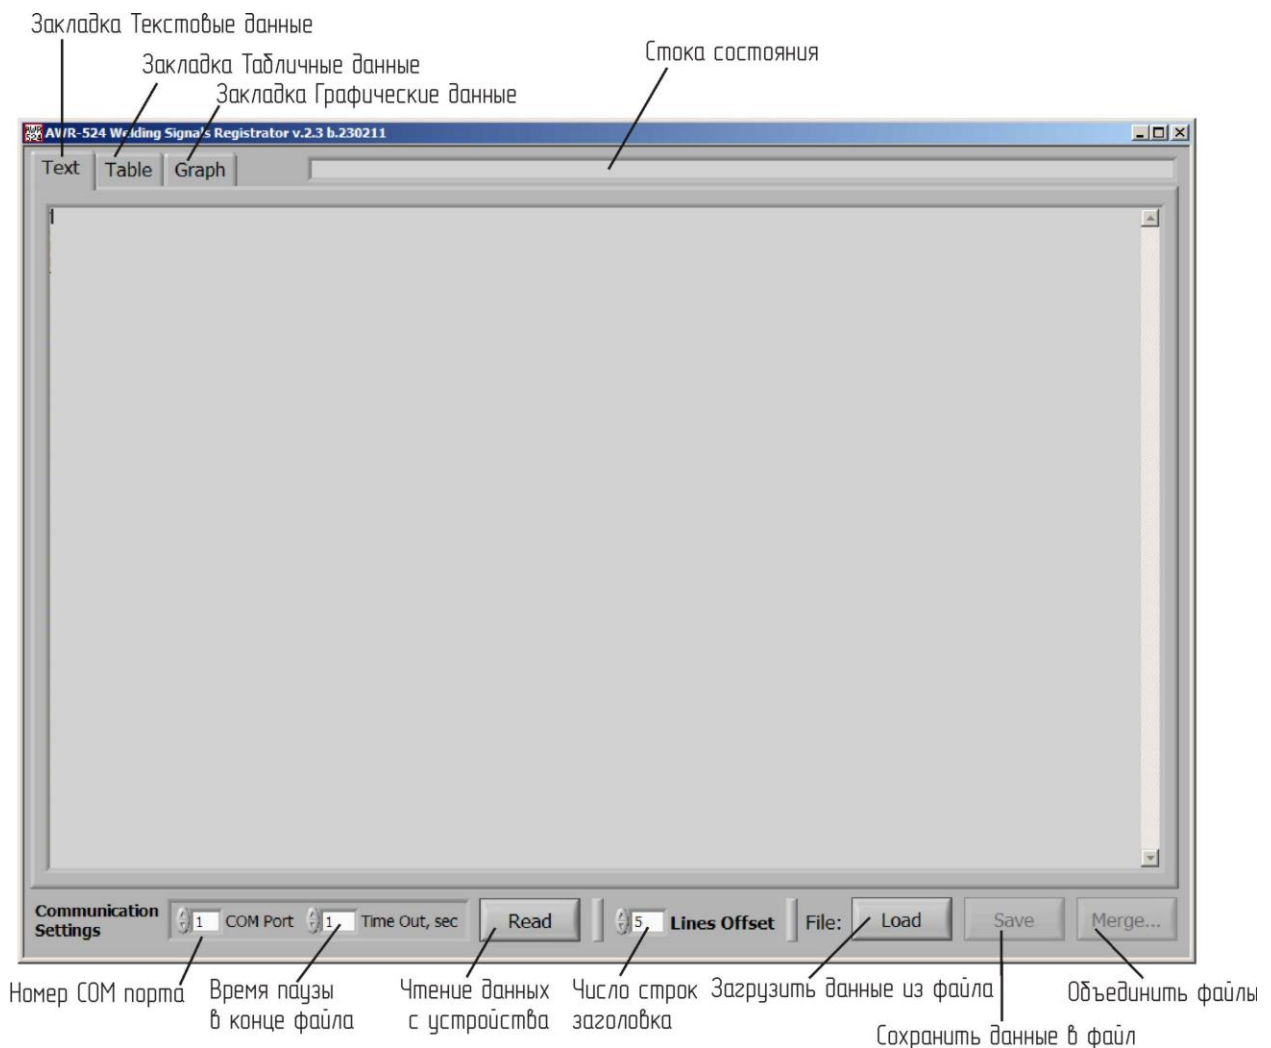

Рисунок 4 – Основное окно программы
1. После появления основного окна программы (см. рисунок 4) необходимо установить в окне «Номер СОМ-порта» СОМ-порт к которому подключен регистратор.